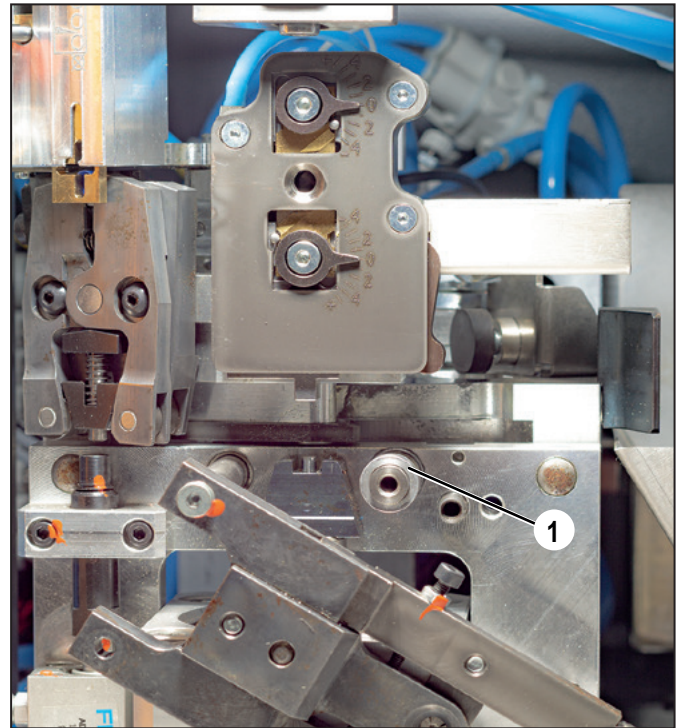

图7.5 拆卸多股导线固定设备
- ▶ 检查压接工具上的滚轮 (1) 是否可以自由移动。
- ▶ 检查套管固定夹上的滚轮 (2) 是否可以自由移动。
- ▶ 为套管固定设备的导销 (3) 上油。
- ▶ 将套管固定设备的侧面运行表面 (4) 上油。
- ▶ 重新插入绞线固定装置，并确保距离支架衬套 (图7.5, 1) 位于右侧轴上。